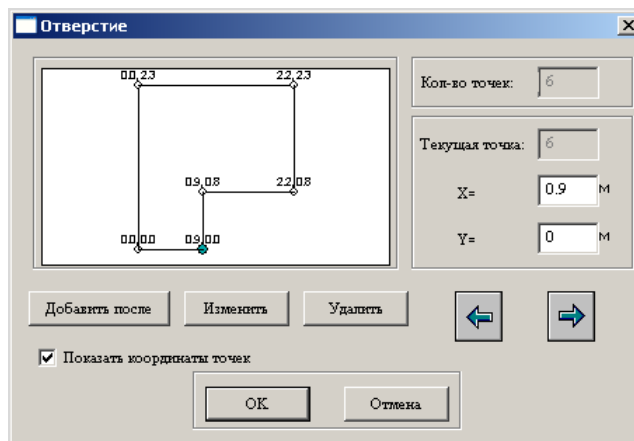

Рис.1.6.7. Окно диалога **Отверстие**
- в окне диалога **Отверстие** (рис.1.6.7) выполните следующие действия: